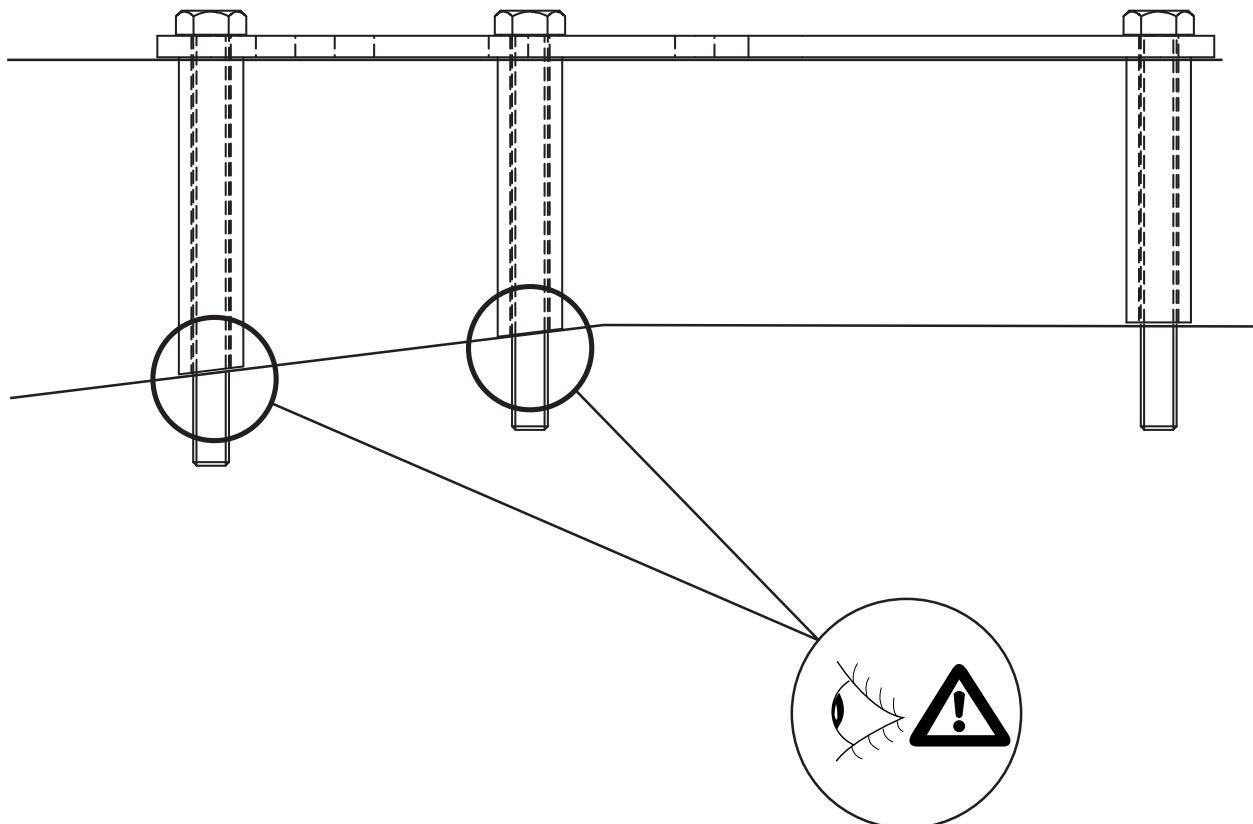

Fig.5
12. Anbring spændpladerne C og D over boltene af snibring hælden i den nedstøbte bordet hulier. Se fig. 5.